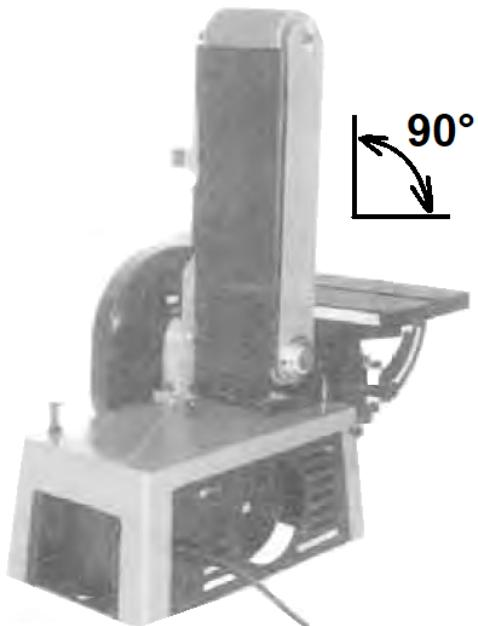

Figure 8-3: Réglez la table à 90°
- Réglez la table en l'ajustant à 90° par rapport à la bande abrasive (Fig. 8-3).